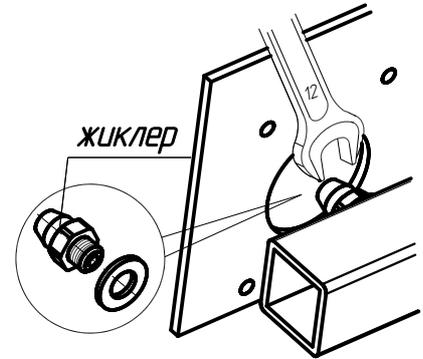

Рис.10. Заміна жиклерів основного пальника
- замінити жиклери основних пальників (Рис.10), перевіривши відповідність маркування на жиклерах діаметрам, зазначеним в таблиці 3;